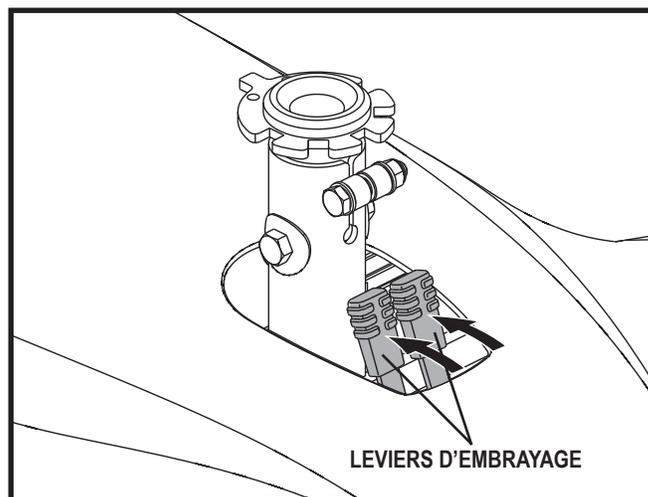

Figure 6. Mode «roues libres» (débrayé)
3. Tirez les deux leviers vers l'arrière en direction du mât du siège pour placer les moteurs au point mort (débrayé). **Voir la figure 6.**